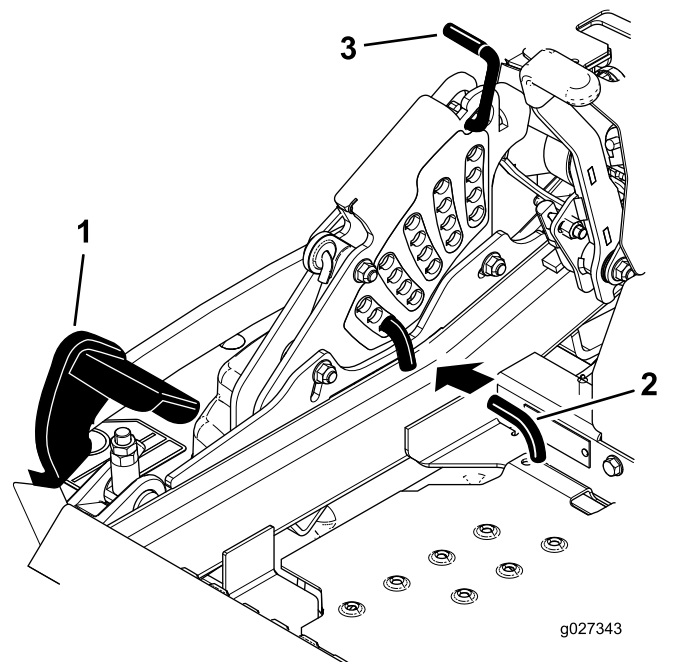

Figura 29
2. Empurre o pedal de elevação da plataforma com o pé e suba a plataforma de corte até à posição de transporte (bem como a posição da altura de corte de 140 mm) como se mostra na Figura 29.
3. Para ajustar, rode o pino 90 graus e remova o pino do suporte da altura de corte (Figura 29).
4. Selecione um orifício, no suporte da altura de corte, que corresponda à altura de corte desejada e insira o pino (Figura 29).